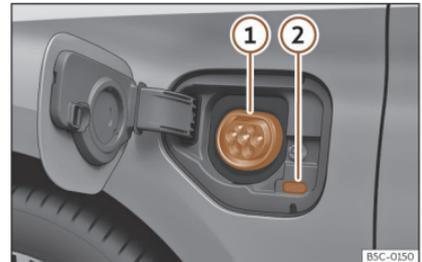

Fig. 205 Detrás de la tapa de carga de la batería en la parte delantera izquierda: Toma de carga
>>> **fig. 205**
- Con el vehículo desbloqueado, al presionar la tapa de carga de la batería esta se abre »» fig. 205.